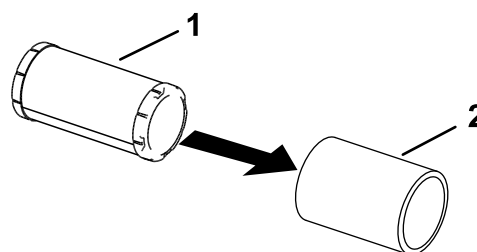

Figura 36
5. Separe los elementos de gomaespuma y papel (Figura 36).